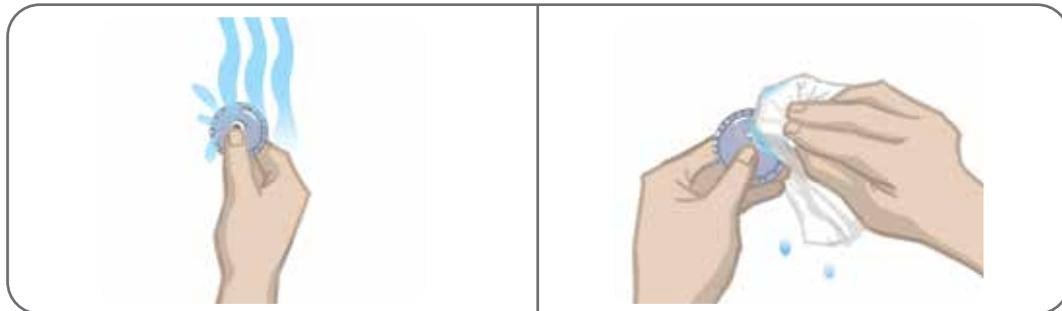

Figura 6-5. Come bagnare l'elettrodo e asciugare l'acqua in eccesso
3. Bagnare gli elettrodi Round Cloth con acqua fino a saturazione (Figura 6-5).
4. Utilizzare una salvietta per asciugare o tamponare l'acqua in eccesso sul retro (lato dotato di aggancio) degli elettrodi (Figura 6-5).